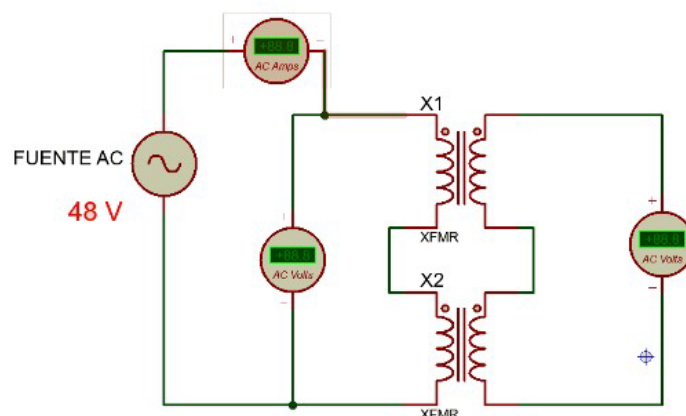

Imagen 4. Esquema de transformador monofásico en serie.
6. Modifica el esquema diseñado, agregando otro transformador en serie, para recrear el esquema eléctrico de la imagen 4.